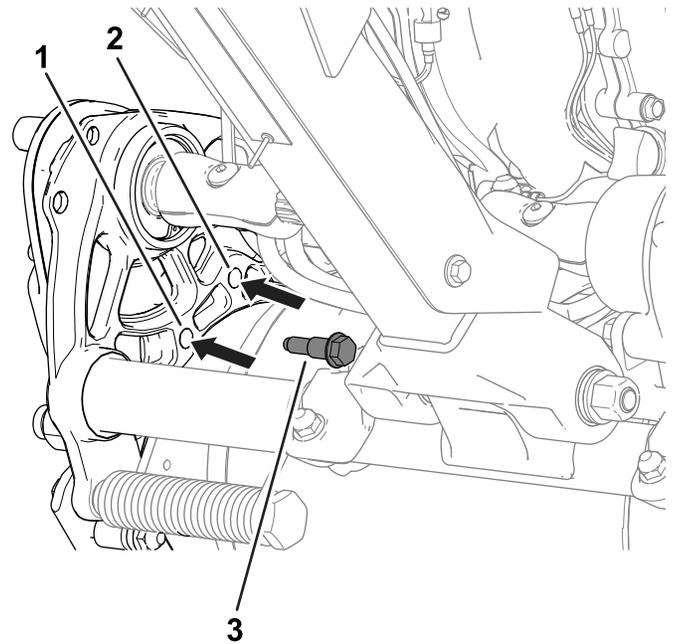

Figura 16
4. Utilice los pernos de cuello largo que se retiraron anteriormente para sujetar el alojamiento de la transmisión al chasis (Figura 16).
2. Retire los pernos de cuello largo (Figura 16) que sujetan el alojamiento de la transmisión de tambor al chasis en cada lado de la máquina.